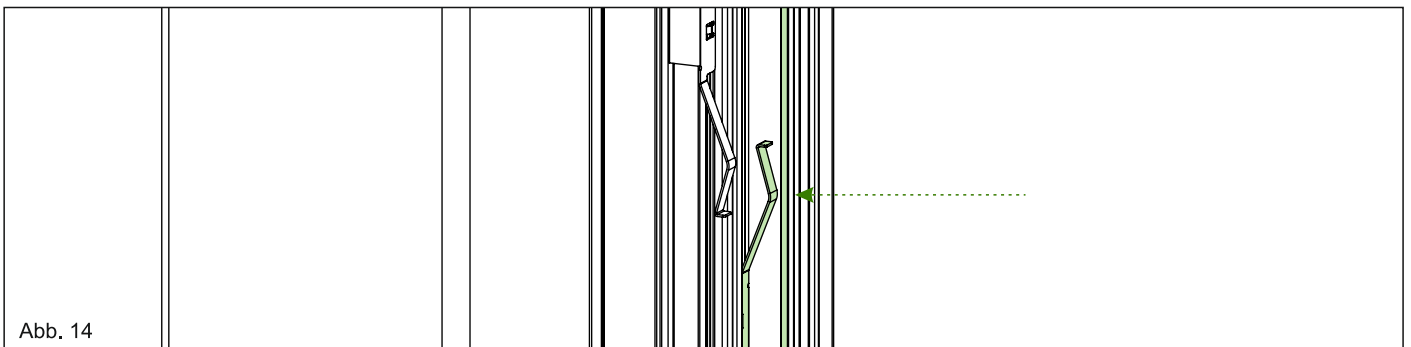

Abb. 14
13. Drücken Sie auf die Spannklemmen der Markisenschiene um diese in der Schienenführung einzurasten. Siehe Abb. 14.